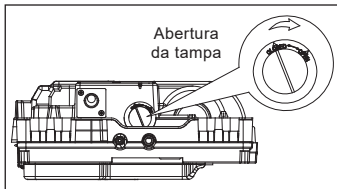

FIG. 52
2. Remova a tampa de teste girando-a conforme indicado na Fig. 52 para conectar a saída de água de teste. Encha o reservatório de água e, ao mesmo tempo, observe se há água descarregada da saída de drenagem. Certifique-se de que a água é descarregada normalmente pela drenagem.
5. Desligue a fonte de alimentação, remova a água manualmente usando o bujão de drenagem e coloque a tampa de teste de volta na posição original, girando-a no sentido contrário ao de abertura (Fig. 52).